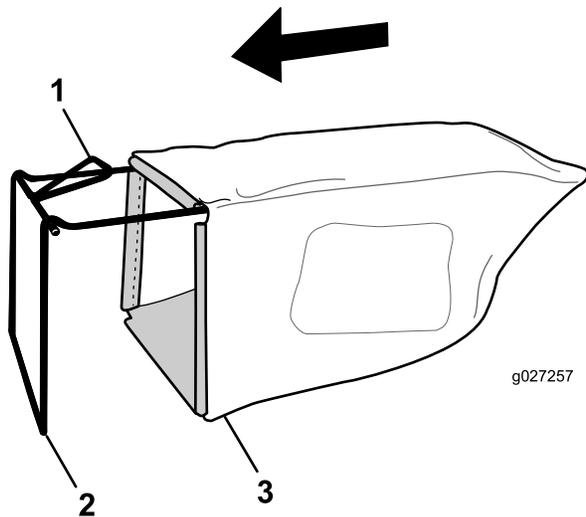

Рисунок 5
1. Установите мешок для травы на раму, как показано на Рисунок 5.
Примечание: Не надевайте мешок на ручку (Рисунок 5).